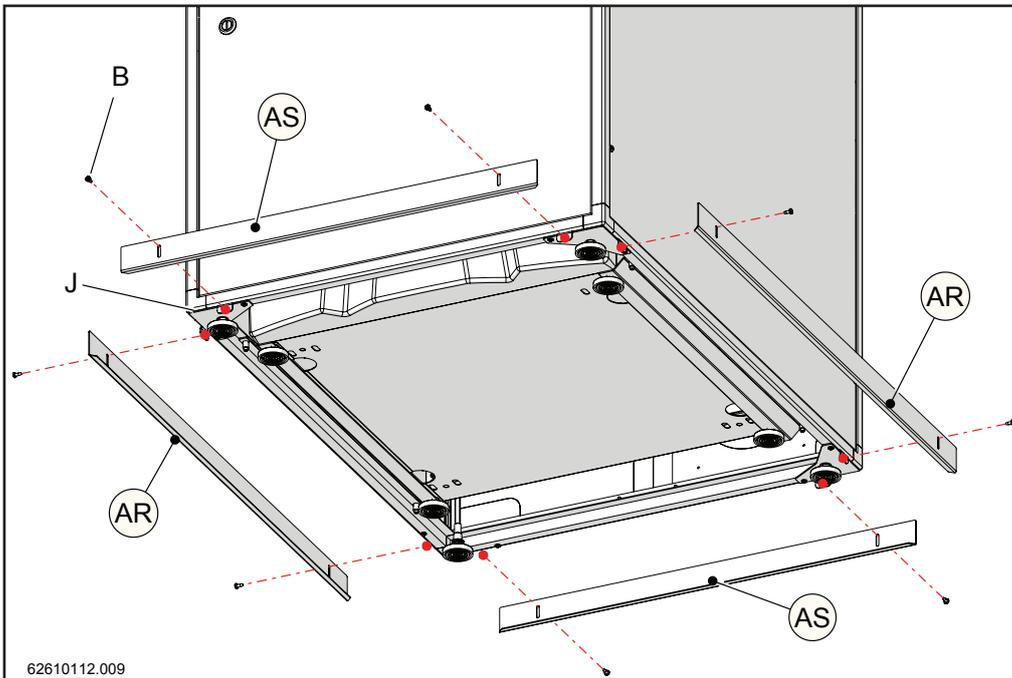

Figure 12-31
15.- Appliquer les couvertures (AR) et (AS), sur le cadre inférieur "J" avec les vis "B", comme dans les fig. 12-31 et 12-32.